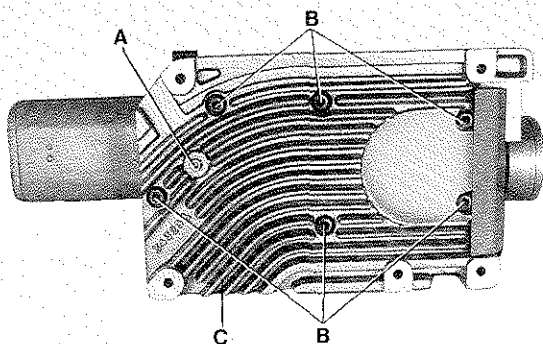
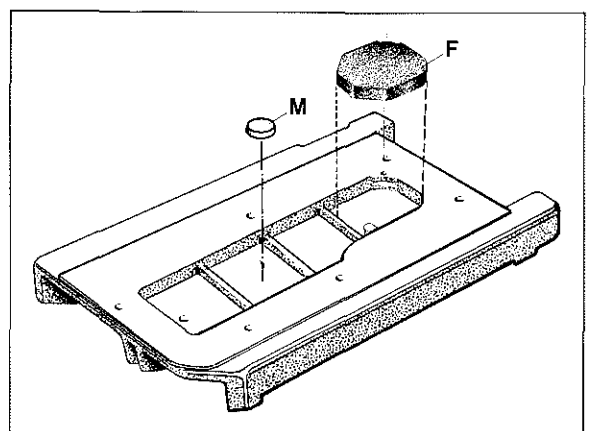

Fig. 6
Fig. 7
1. Drain the oil at plug screw (A, Fig. 6) in the bottom cover of the machine.
2. Unscrew the six screws (B, Fig. 6) for the bottom cover (C) and remove bottom cover and gasket.
3. Remove the magnet (M, Fig. 7), which accumulates metallic foreign materials, from the second oil sump chamber from the left in the bottom cover and clean it.
4. Remove the filter (F, Fig. 7) from the right oil sump chamber in the bottom cover and clean it in petroleum, or replace it by a new one (part No. 999-254 J).
6. Insert plug screw (A, Fig. 6) in the bottom cover, place the magnet (M, Fig. 7) in the second from the left and the filter (F, Fig. 7) in the right oil sump chamber.
7. Remount bottom cover with gasket. Make sure that the surfaces on machine bed and bottom cover for the gasket are absolutely clean! Torque the six screws (B, Fig. 6) carefully to 22,6 - 23,1 Nm (200 - 205 in.lbs.).
1. Lassen Sie das Öl an der Verschlusschraube (A, Fig. 6) in der Grundplatte der Maschine ab.
2. Entfernen Sie die sechs Befestigungsschrauben (B, Fig. 6) für die Grundplatte (C) und nehmen Sie Grundplatte und Dichtung ab.
3. Nehmen Sie den Magneten (M, Fig. 7), der die Aufgabe hat, metallische Fremdkörper anzuziehen, aus der zweiten Ölsumpfkammer von links in der Grundplatte und reinigen Sie ihn.
4. Nehmen Sie den Filter (F, Fig. 7) aus der rechten Ölsumpfkammer der Grundplatte und reinigen Sie ihn in Petroleum, oder verwenden Sie einen neuen Filter (Teil Nr. 999-254 J).
6. Drehen Sie die Verschlusschraube (A, Fig. 6) in die Grundplatte, legen Sie den Magneten (M, Fig. 7) in die zweite von links und den Filter (F, Fig. 7) in die rechte Ölsumpfkammer.
7. Montieren Sie die Grundplatte mit Dichtung wieder. Beachten Sie, daß die Auflageflächen für die Dichtung, am Gehäuse und an der Grundplatte, absolut sauber sein müssen! Ziehen Sie die sechs Befestigungsschrauben (B, Fig. 6) mit einem Drehmoment von 22,6 bis 23,1 Nm sorgfältig an.